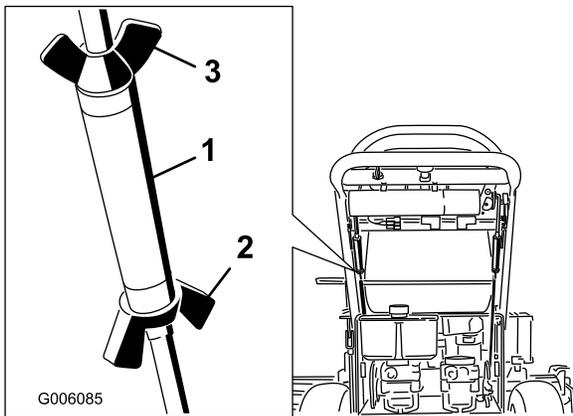

Figure 57
3. Fixez le tendeur en position avec les écrous à oreilles (Figure 57).
5. Fixez le tendeur en position avec les écrous à oreilles (Figure 57).